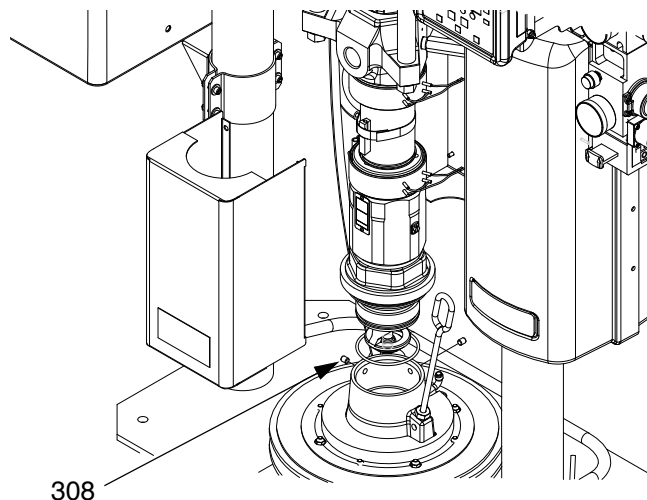

**FIG. 41: montagekit van 55 gallon**
2. Maak de pomp met schroeven (103a) en klembeugels (103b) aan de volgplaat vast. Zie FIG. 41.